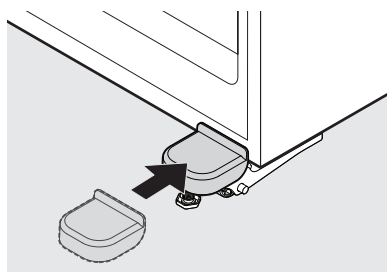

Figure 7
18. Réinstallez le couvercle de la charnière en repliant délicatement les languettes du couvercle vers l'extérieur tout en faisant glisser le couvercle par-dessus la charnière jusqu'à ce qu'il s'enclenche (figure 7).